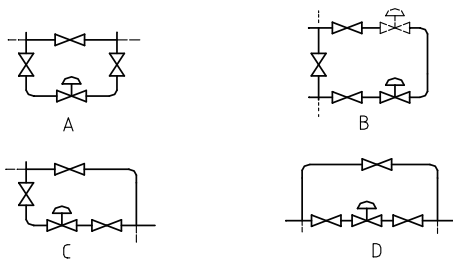

图 3
2、避免由于安装不慎，给阀带来附加应力，如管道与阀不同心或是法兰面不平行，阀的自重，周围振动，介质温度和环境温度变化的综合作用会使法兰破裂或变形。为避免此类事故，阀最好安装在一段弯管上如（图 3），大口径的要加以支撑。
5、通管道。设置通管路（图 3）的目的是便于切换或手动操作后不停车检修阀。